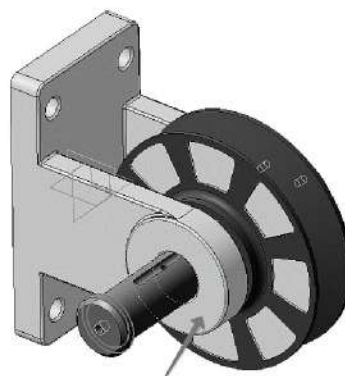

Рисунок 3.34. Выбор элемента совпадения детали «Вилка»
2.4.8 Поверните сборку и укажите грань на *Вилке*, в которую при сборке должна упереться *Ось* (рисунок 3.34).